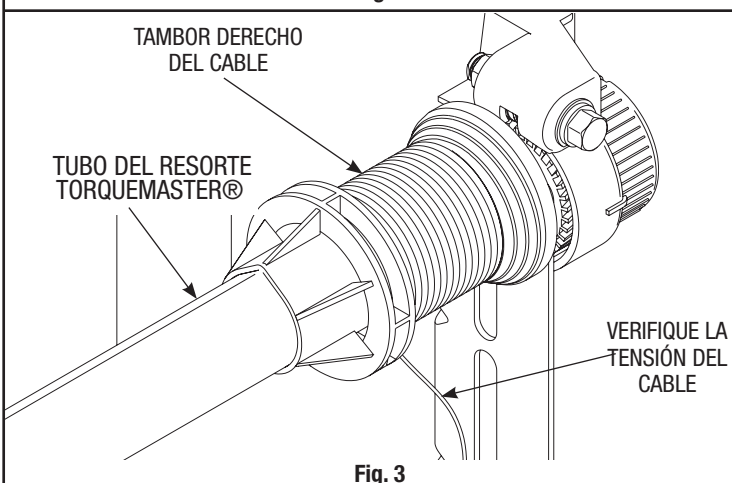

Fig. 3
Paso 3: Verifique que se haya liberado la tensión del resorte jalando el cable de contrapeso en el tambor derecho del cable lejos del cabecero (Fig. 3). Si se liberó la tensión del resorte, el cable estará flojo.